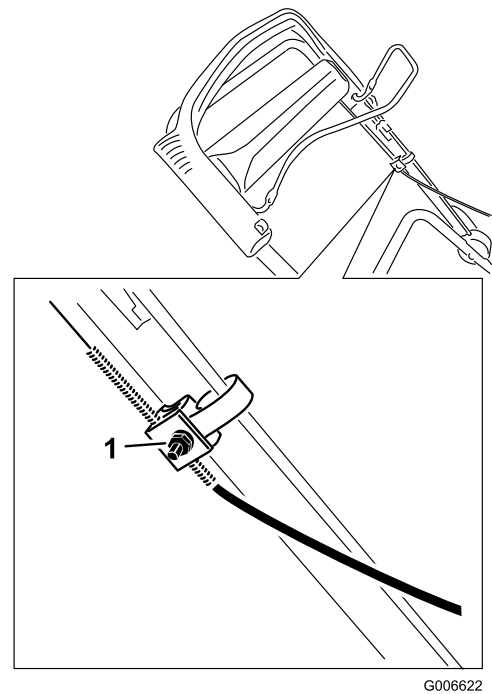

Figura 25
3. Afloje la tuerca del soporte del cable (Figura 25).